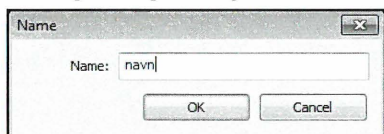

Fig. 04.117. Navngiv.
- Navngiv dit objekt (Fig. 04.117). Klik *OK*.